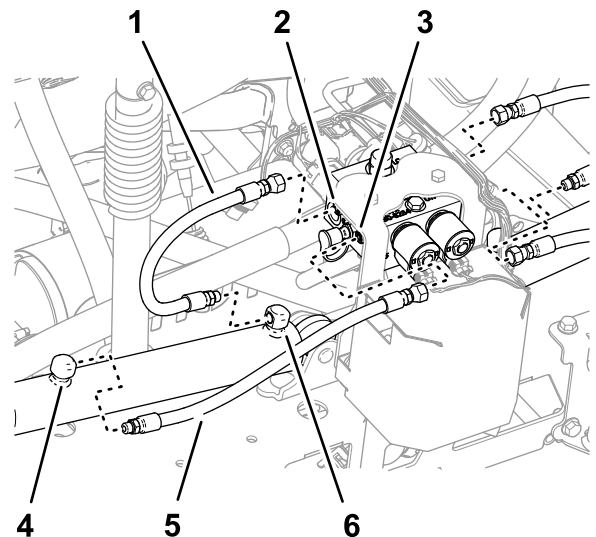

図 39
1. 左右の昇降シリンダの伸長ポートと引き込みポートからホースを外す 図 39。
- 昇降シリンダマニホールドのC2ポートとC4ポートからホースを外す 図 39。
- 左右の昇降シリンダの引き込みポートからホースを外す 図 39。
- 昇降シリンダマニホールドのC1ポートとC3ポートからホースを外す 図 39。